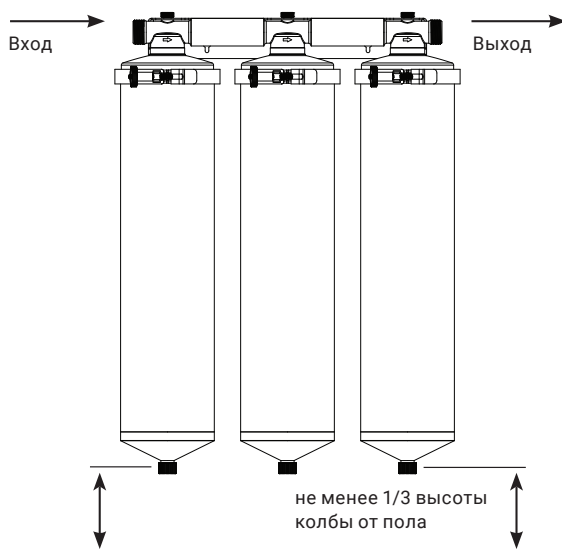
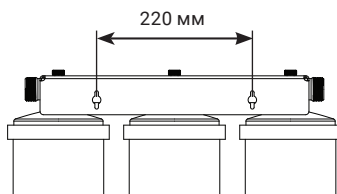

Рис. 1.
Рис. 2.
Подключение корпуса фильтра к водопроводу (рис. 1) производится с помощью разборных соединений (типа «американка») или прочих соединений, которые приобретаются дополнительно. Вода подается через входное отверстие в крышке (по направлению стрелки).
2. Отметьте место установки корпуса таким образом, чтобы после установки под ним осталось расстояние не менее 1/3 от высоты колбы (рис. 1) для удобной замены картриджа и слива воды. Расстояние между точками крепления – 220 мм (рис. 2). Проверьте, чтобы гайка сливной горловины была закручена до упора.